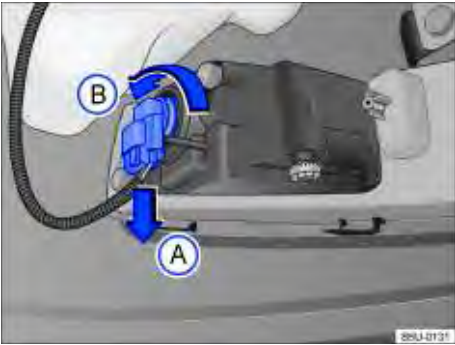

Fig. 182 Atrás do para-choque dianteiro: acesso à lâmpada incandescente do farol de neblina.
| 2. | Desencaixar o conector de alimentação da lâmpada $\Rightarrow$ Fig. 182 no sentido da seta (A), pressionar, ao mesmo tempo, a trava de fixação do conector. |
| 3. | Girar o soquete da lâmpada $\Rightarrow$ Fig. 182, no sentido anti-horário da seta (B), e desencaixá-lo do alojamento. |